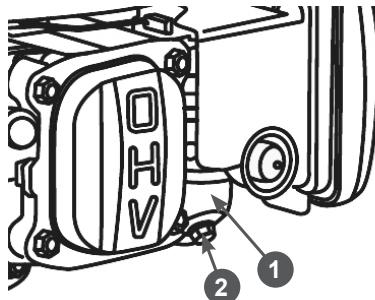

Рис. 21 Слив топлива из карбюратора
1. Установите под карбюратор 1 подходящую емкость (Рис. 21).
2. Открутите болт 2 сливающего отверстия и слейте топливо из поплавковой камеры карбюратора (Рис. 21).